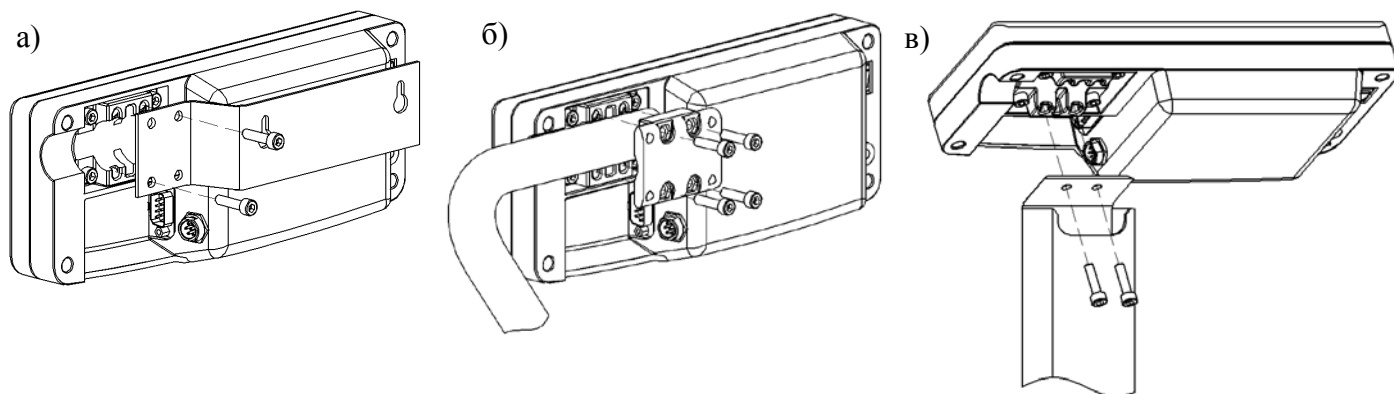

Рис. 6.4 - Варианты крепления устройства индикации:
Варианты крепления устройства индикации приведены на Рис. 6.4.
- Подсоединить двумя винтами М5×20 кронштейн к устройству индикации (Рис. 6.4а).
- Закрепить устройство индикации на стойке кронштейном, затянув четыре винта М5×30 с небольшим усилием (Рис. 6.4 б).
- Закрепить двумя винтами М5×20 устройство индикации на стойке (Рис. 6.4). Излишек кабеля заправить в стойку.